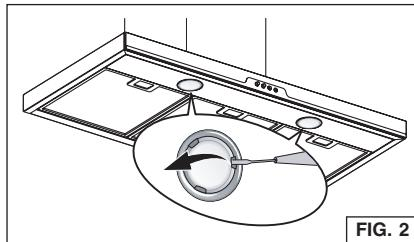

FIG. 2
1. Ouvrez le couvercle en faisant lever sur les fentes prévues à cet effet. Fig. 2.